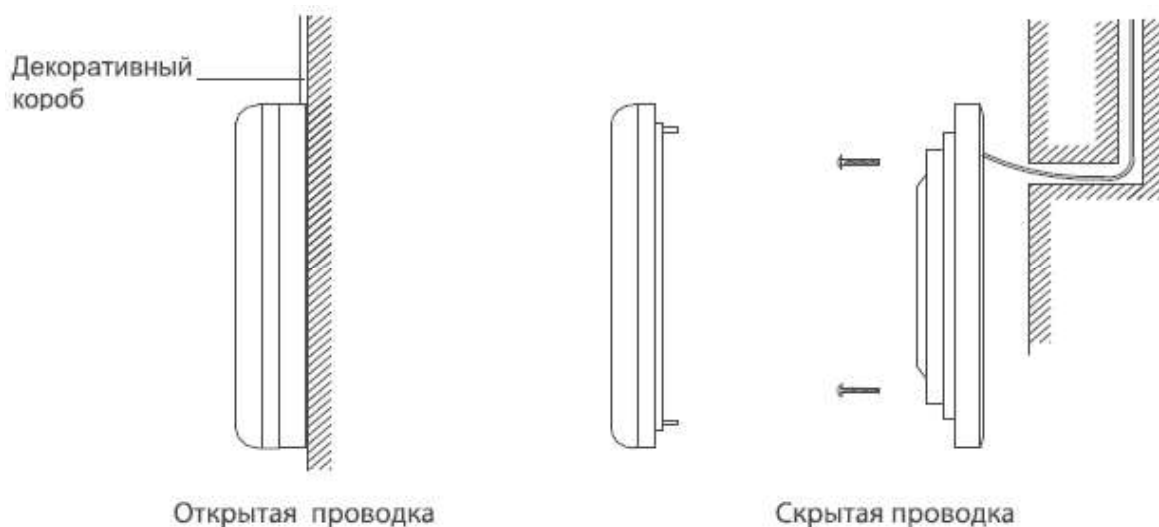

Рис. 15.2
15.2.2. Прокладка кабеля пульта может быть скрытой или открытой в зависимости от места расположения (рис. 15.2).